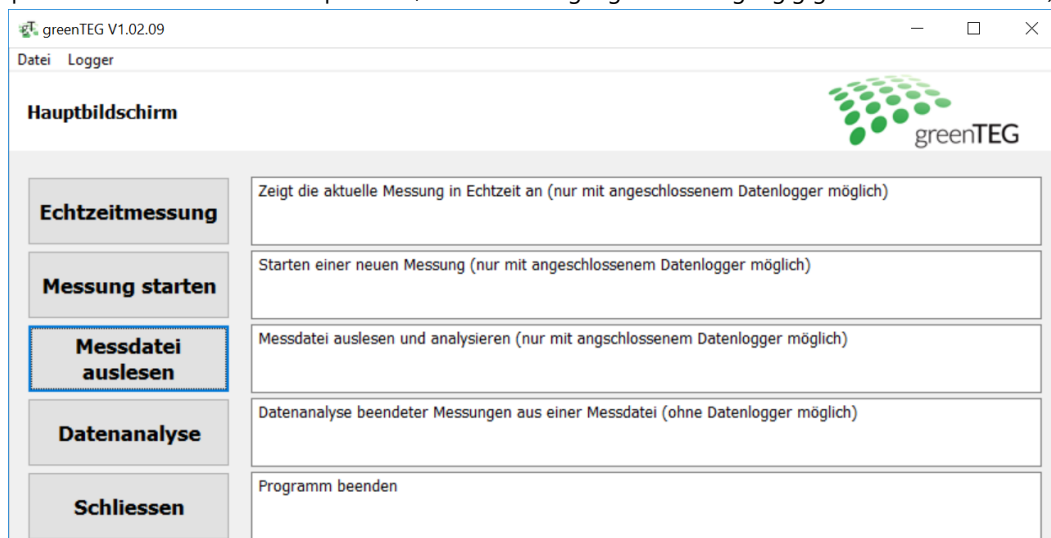

Abbildung 2: Startfenster der Auslesesoftware mit angeschlossenem Datenlogger
Die gSKIN® U-Wert Software besteht aus fünf Menüfunktionen und zwei Menüreitern (siehe Abbildung 2):
4. Beim Öffnen der Software erscheint das Startfenster (Abbildung 2). Bei angeschlossenem Datenlogger sind nun alle Funktionsfenster bedienbar.